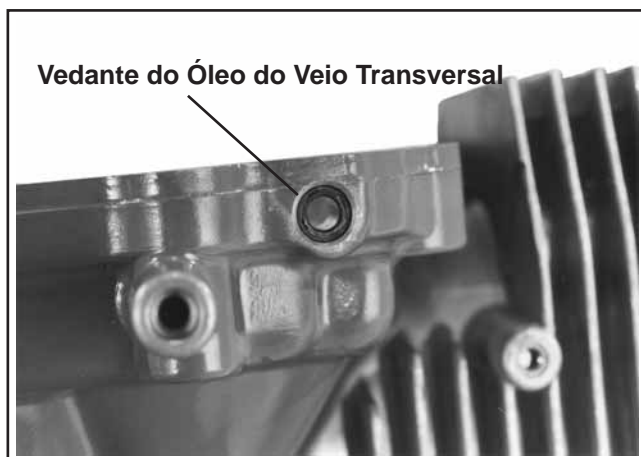

Figura 9-55. Retirar o Vedante do Óleo do Veio Transversal.
3. Retire o vedante do óleo do veio transversal do regulador do cárter. Consulte a Figura 9-55.